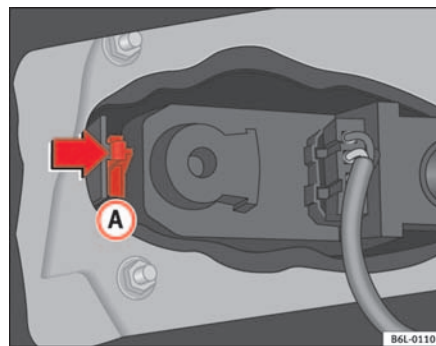

Fig. 153 Feux arrière dans la carrosserie
- Pressez la languette **(A)** ⇒ fig. 153 pour libérer le porte-lampes et retirez-le.